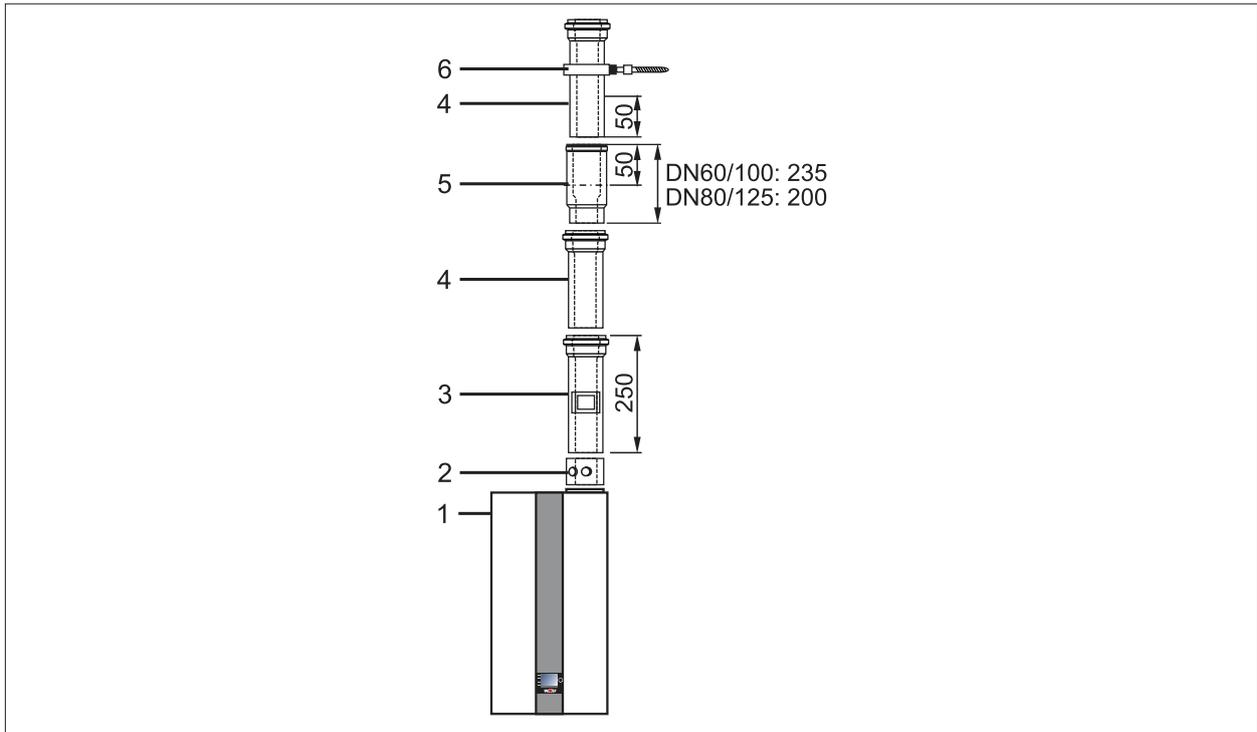

Рис. 5.12 Пример воздуховода/дымохода [мм]
- ▶ Смонтировать устройство с измерительным отверстием для ОГ (2) (Рис. 5.12) на разъёме теплогенератора (1).
- ▶ Вставить разъединительное устройство (6) (Рис. 5.12) до упора в предыдущую муфту (5).
- ▶ Вставить следующий воздуховод/дымоход (4) 50 мм в муфту разъединительного устройства (5).
- ▶ Обязательно закрепить воздуховод/дымоход (4) в этом положении, например, с помощью скобы с относом (6) или стопорным винтом со стороны воздуховода.